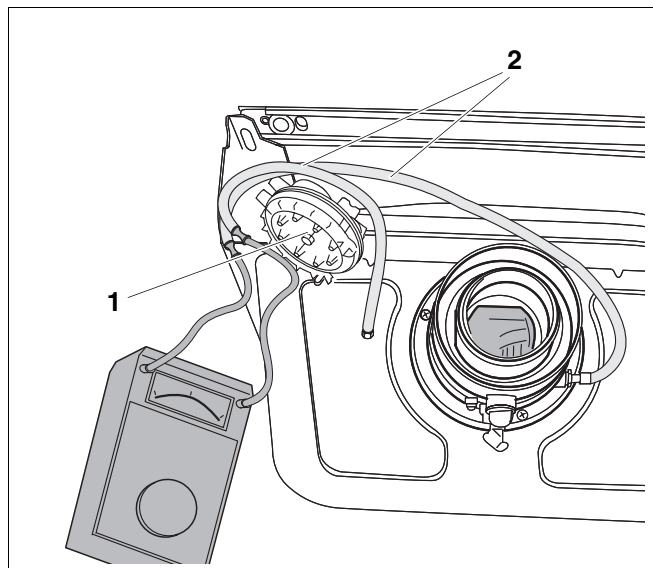

Рис. 12 Измерение перепада давлений
- Вынуть дифференциальное реле давления (рис. 12, поз. 1) из держателя.
- Снять оба шланга (рис. 12, поз. 2) (позметить расположение шлангов!) и присоединить к микроманометру.